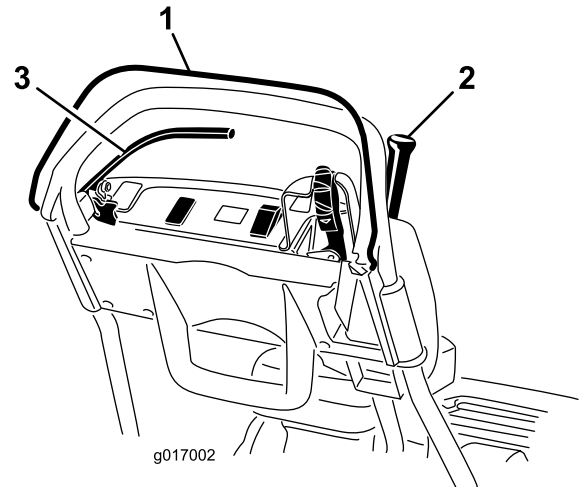

图27
3. 放开操作员到位控制装置后、尝试接合牵引杆（图27）。牵引杆应该不能接合。
4. 压下操作员到位控制装置并接合牵引杆、然后松开操作员到位控制装置（图27）。
5. 压下操作员到位控制装置并将换挡控制杆移至左侧、接合牵引和滚刀驱动装置、然后松开操作员到位控制装置（图27）。
- 压下操作员到位控制装置并将换挡控制杆移至左侧、接合牵引和滚刀驱动装置、将换挡控制杆移至右侧、分离滚刀驱动装置（图27）。
- 压下操作员到位控制装置、接合牵引杆并使发动机控制装置处于启动位置（图27）。
- 分离牵引杆、接合刹车并使发动机控制装置处于启动位置（图27）。
- 发动机运行时、接合刹车（而非手刹）、压下操作员到位控制装置并接合牵引杆（图27）。
- 发动机运行时、接合手刹锁定装置、压下操作员到位控制并接合牵引杆（图27）。